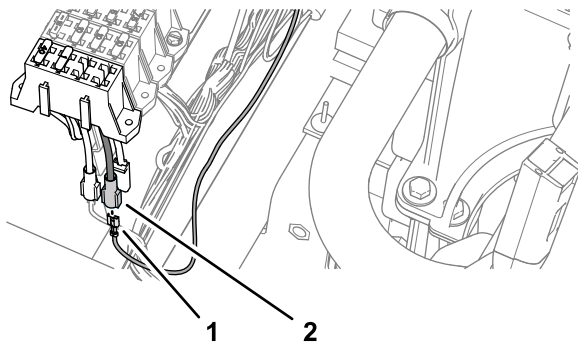

Figura 91
4. Enchufe el terminal del arnés de cables del kit marcado SWITCHED PWR en el conector plano de alimentación de accesorios del bloque de fusibles (Figura 91).